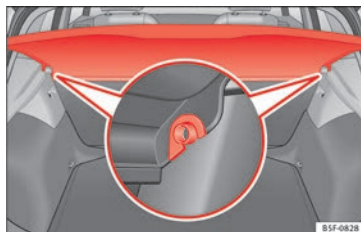

Fig. 160 En el maletero: desmontar y montar la bandeja.
- Desencaje la bandeja de los soportes laterales » fig. 160 tirando de ella hacia arriba y extraiga la bandeja.
- Introduzca la bandeja horizontalmente haciendo coincidir la “herradura” sobre el eje de los soportes » fig. 160, y presione hacia abajo hasta que encastre.